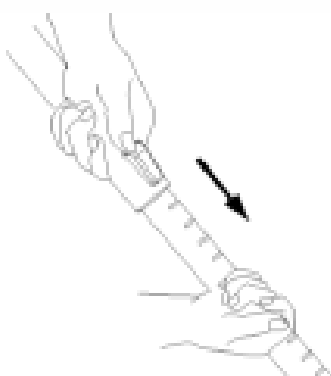

Рис. 3
- Сдвиньте вперед (от себя) пластиковый фиксатор на неподвижной части телескопической трубки и вытяните ее выдвигающуюся часть до необходимой длины. Отрегулируйте длину телескопической трубки.(Рис.3)